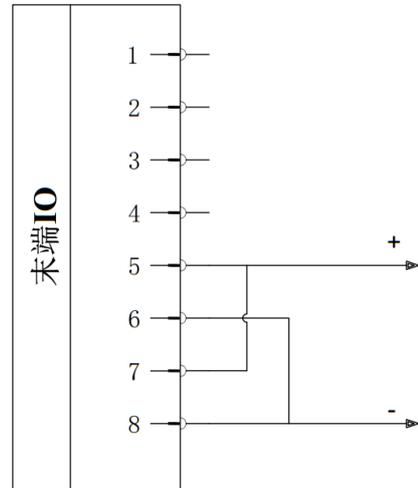

图 2-44: 双针模式 2 接线
2) 接线方法：如图 2-44，将电源线（5 灰色）与 TI1/TO1/PWR1 线（7 蓝色）连接，接地线（8 红色）与 TI0/TO0/GND1 线（6 粉红色）连接。